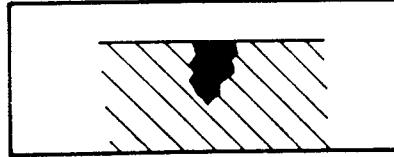

Fig.3
- Промыть деталь водой, смыв диффузионную жидкость с поверхности; при этом она остается в трещинах /рис. 3/.